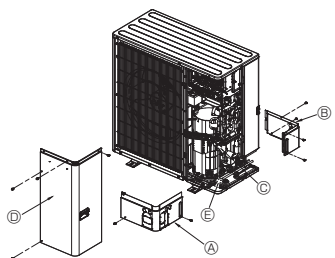

Fig. 4-3
4.3. Külmaainetorud (Fig. 4-3)